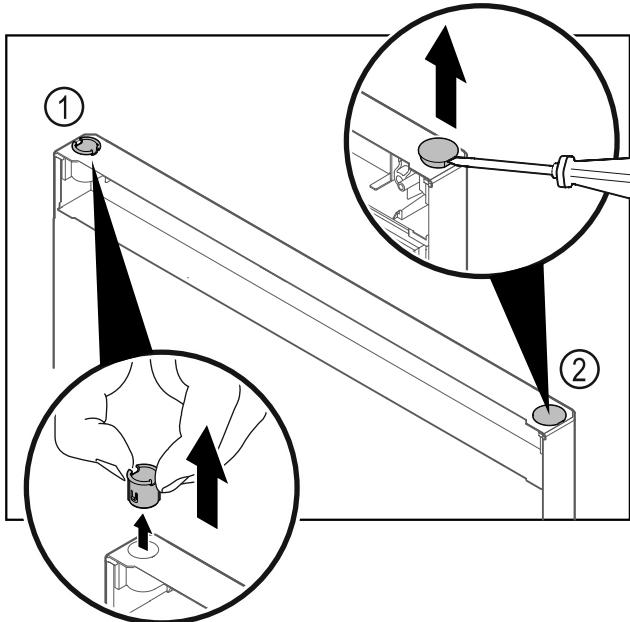

Fig. 14
- Extragăti bucşa balamalei Fig. 14 (1) cu degetele.
- Ridicați dopul de acoperire Fig. 14 (2) cu precauție cu o surubelnită dreaptă și extrageți-l.